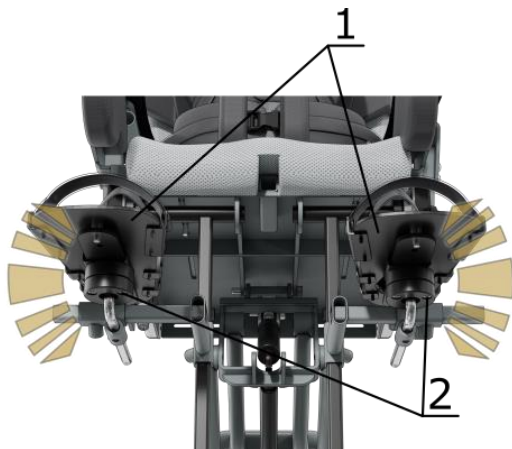

Рисунок 9. Настройка положения отдельных платформ для стоп по глубине.
Для настройки положения отдельной платформы (1) для стопы по глубине вращением против часовой стрелки ослабьте винт (2), фиксирующий продольное перемещение платформы. Установите нужное положение подножки (1) и плотно затяните винт фиксатора (2), вращая его по часовой стрелке (рис.9).